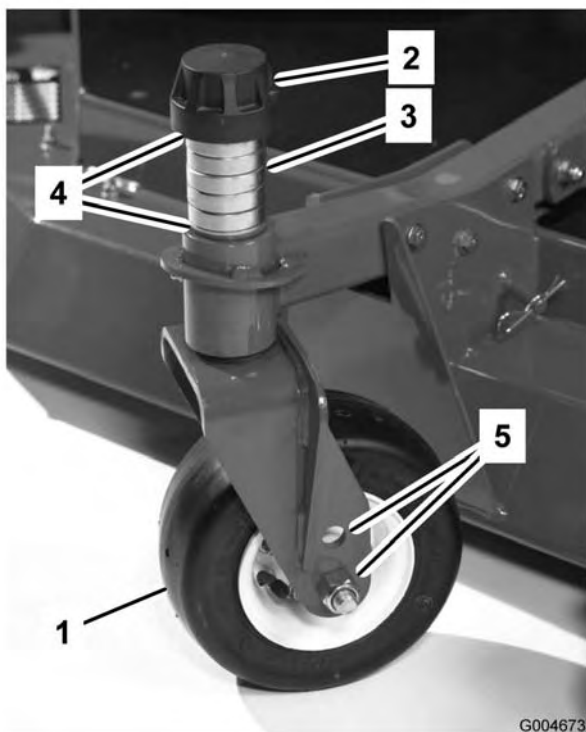

Figura 14
3. Togliete il cappuccio di tensione dall'asse del perno (Figura 14) ed estraete il perno dal braccio della ruota orientabile. Montate i due spessori (3 mm) sull'asse dei perni, come erano montati in origine. Questi spessori servono per ottenere un livellamento sull'intera larghezza degli apparati di taglio. Mettete il numero opportuno di distanziali da 12,7 mm (vedi seguente tabella) sull'asse del perno, fino ad ottenere l'altezza di taglio richiesta, quindi montate la rondella sul perno.